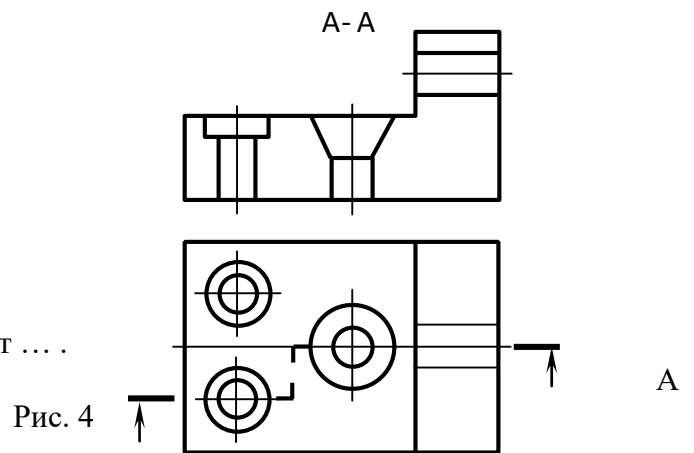

Рис. 4
6. Незаконченный разрез необходимо дополнить штриховкой (рис. 4).